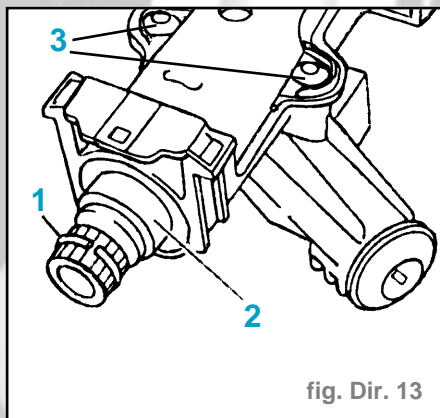

fig. Dir. 13
- Dégager le jonc d'arrêt (1) et le retirer avec la douille (2) (fig. Dir. 13).
- Retirer les vis indesserrables (3) avec un burin (fig. Dir. 13).